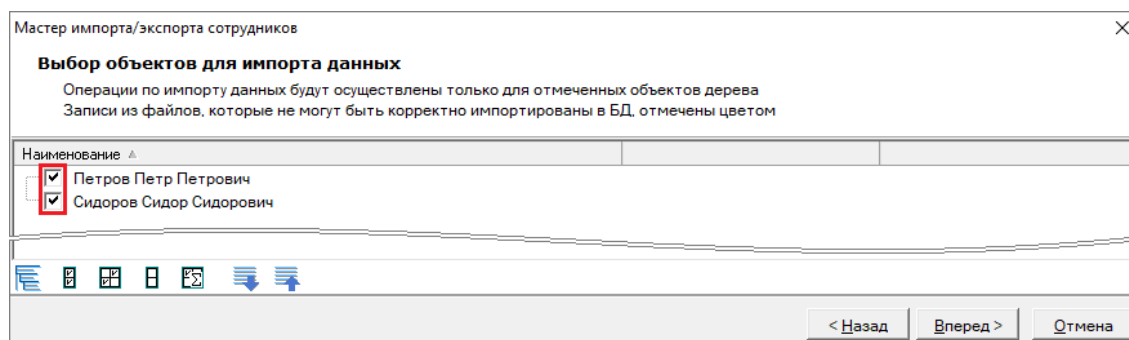

Рисунок 15-53 Выбор обновляемых сотрудников
- 3) В шаге «Выбор объектов для импорта данных» (см. п. 15.4.3) выбрать обновляемых сотрудников – установкой флагов в соответствующих чекбоксах объектов (см. Рисунок 15-53);